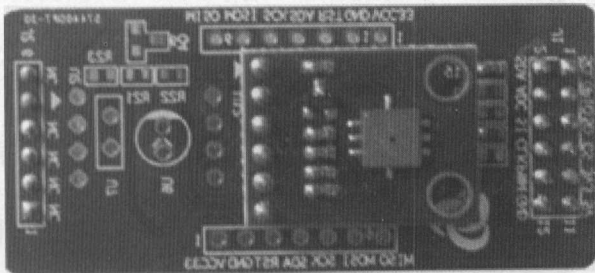

图 A.14
(7) 压力传感器 Pressure 如图 A.14 所示。